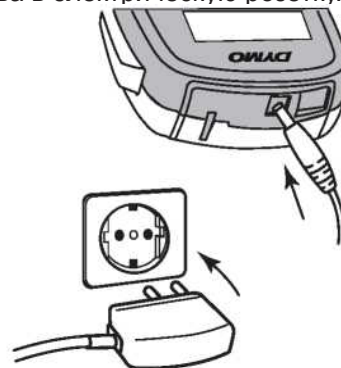

Рисунок 3
- 2 Вставьте противоположный конец зарядного устройства в электрическую розетку. См. рис. 3.